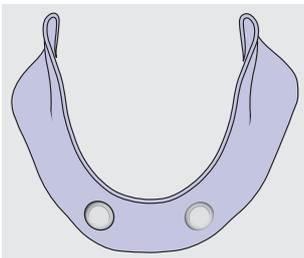

Fig. 5
- (Fig. 5): Per l'impronta è possibile usare un cucchiaio individuale o un portaimpronta standard. La zona intorno all'abutment deve essere scaricata di 2 mm.